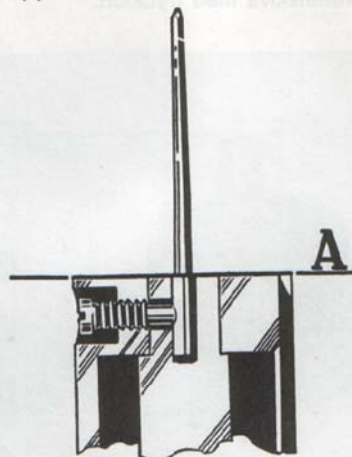

Bild 92. Infästning av bränslenål
2. Montera bränslenålen (10) enl. bild 92. Nålens cylindriska del skall vara plan med kolven.